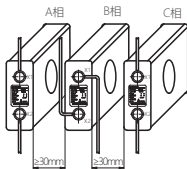

图2 安装方式
6.5 当三相并列安装时，应注意电抗器的接线端X1(进线)和X2(出线)的方向，中间的电抗器接线方向应与两侧接线方式相反(不是将产品倒置接线，见图2)，以防在磁场的作用下造成产品的损坏。
6.6 安装时安装面和接线面要清洁，安装螺栓要拧紧，不能出现松动现象，以免在涌流冲击时产生位移、松动导致产品损坏，电抗器之间的安装间隙不小于30mm(见图2)。